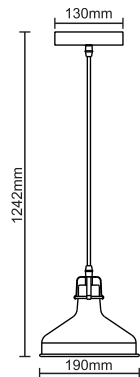

Рис.1. PL-425S
- Размер изделия: см. рис. 1, 2, 3